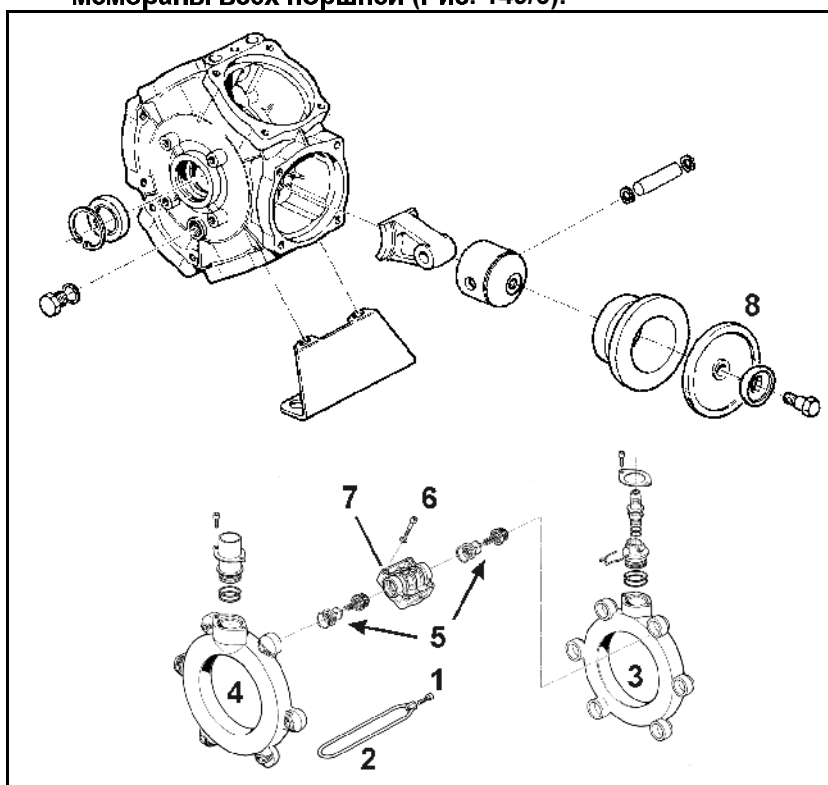

Рис. 149
- Минимум один раз в год проверяйте состояние поршневой мембраны (Рис. 149/1) посредством демонтажа.
- Запоминайте монтажное положение клапанов со стороны всасывания и нагнетания, перед снятием группы клапанов (Рис. 149/5).
- Если хоть одна поршневая мембрана разбухла, разрушилась или стала пористой, замене подлежат мембраны всех поршней (Рис. 149/6).
2. Открутите болты (Рис. 149/1) и снимите стяжной хомут (Рис. 149/2).
3. Снимите всасывающий и напорный канал (Рис. 149/3 и Рис. 149/4).
4. Извлеките группы клапанов (Рис. 149/5).
5. Удалите болты (Рис. 149/6).
6. Снимите головку цилиндра (Рис. 149/7).
7. Проверьте поршневую мембрану (Рис. 149/8).
8. Замените неисправные поршневые мембраны (Рис. 149/8).